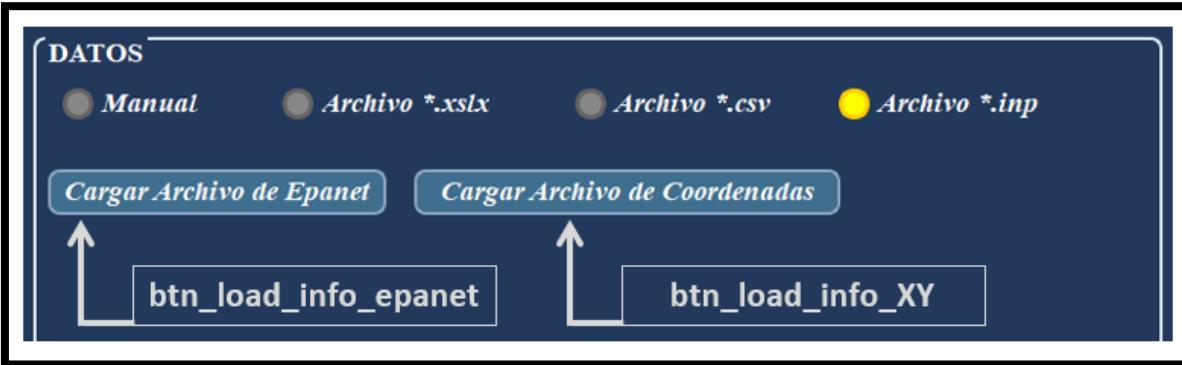

Figura 17. Opción archivo de Epanet
- d. ***rb\_inp***: este cambia la interfaz (seleccionada con el rectángulo rojo) a como se muestra en la figura 17.